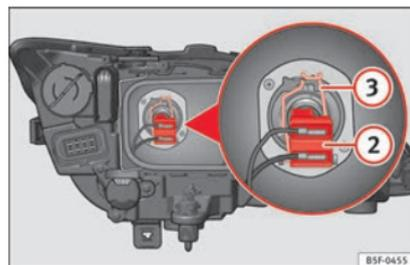

Fig. 103 Luz de cruce.
- Extraiga el conector »» fig. 103 ② de la lámpara.
- Desenganche el resorte retentor »» fig. 103 ③ presionándolo hacia dentro y a la derecha.